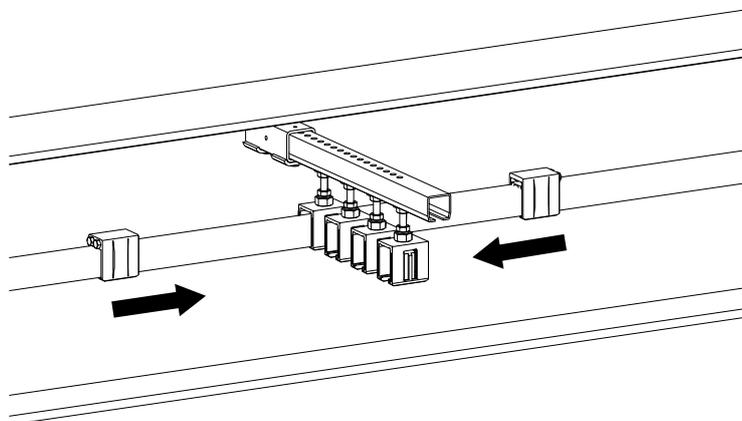

Fig. 87 : Pousser les bornes fixes 0813 sur le rail conducteur.
- Faire glisser les bornes fixes sur le profilé de rail conducteur clipsé à droite et à gauche (voir Fig. 87). Au moment de faire glisser les bornes fixes, s'assurer que les deux vis latérales des bornes fixes sont orientées à l'opposé de la griffe de suspension.